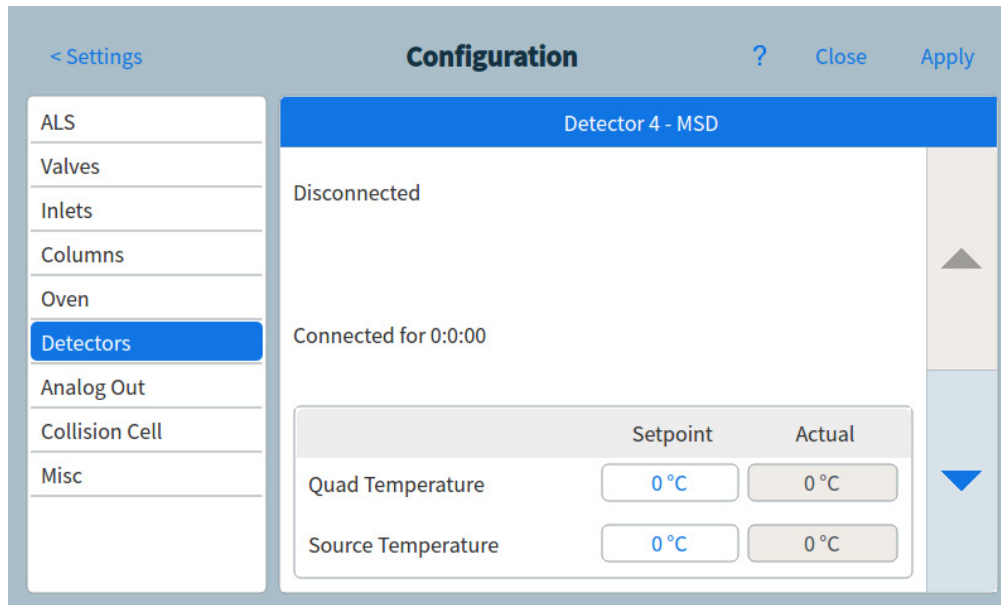

Figure 59. Page des paramètres du détecteur DDM
- 1 Sélectionnez **Paramètres** > **Configuration** > **Détecteurs**. Voir **Figure 59**.